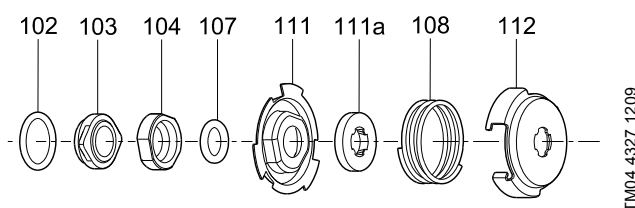

Fig. 3 Despiece del cierre
4. Sujetar la abrazadera (pos. 64c) y quitar la tuerca (pos. 67).
5. Quitar la arandela de presión (pos. 66) y la abrazadera (pos. 64c).
6. Quitar el impulsor (pos. 49).
7. Quitar el anillo de cojinete (pos. 47a) y el espaciador (pos. 64a).
8. Quitar la cámara para el cojinete (pos 4a), la junta (pos. 139b), el impulsor (pos. 49) y el espaciador (pos. 64).
9. Continuar el desmontaje hasta el cierre mecánico (pos. 105).
10. Quitar el cierre (pos. 105). Ver fig. 3.